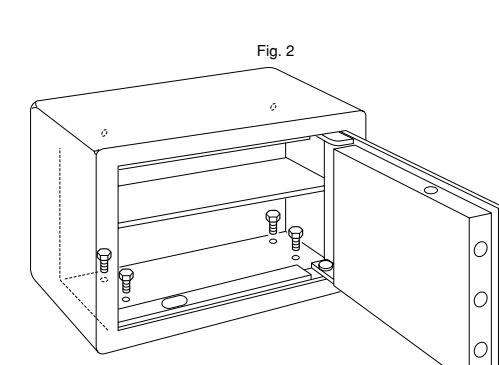

Fig. 2
• Posizionare la cassaforte a porta aperta e dall'interno inserire le viti di fissaggio nei relativi fori, serrandole successivamente (vedi fig. 2). La cassaforte è a questo punto ancorata.
- Install the safe leaving the door open and insert the screws (from the inside) into the holes and then tighten them (see Fig. 2). The safe is now fixed.
- Positionner le coffre-fort avec la porte ouverte et, de l'intérieur, introduire les vis de fixation dans les trous correspondants dans les serrants bien (voir fig. 2). Le coffre-fort est fixé.
- Coloquen en posición la caja fuerte con la puerta abierta y, del interior, introduzcan los tornillos de fijación en los agujeros correspondientes y luego apriételos (véase fig. 2). Es ahora cuando la caja fuerte está fijada.
- Den Tresor mit offener Tür einzusetzen und die Schrauben von innen aufzufestigen und gleichmäßig festzuschrauben (siehe Abbildung 2). Der Tresor ist jetzt verankert.